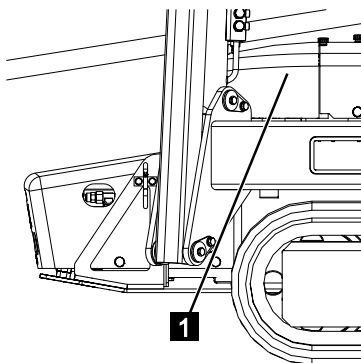

Abb. 144
4. Abdeckung (Abb.144/1) abschrauben.